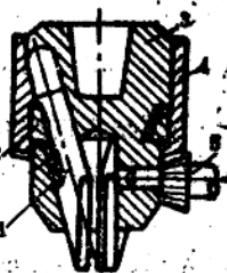
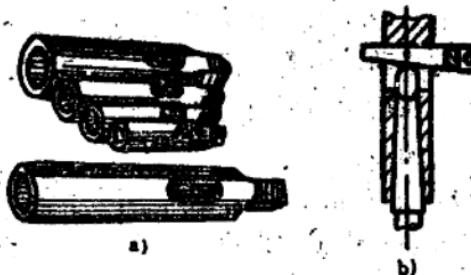

图9-5 钻夹头
图9-6 钻头套和钻头的拆卸
3. 钻夹具：钻头通过钻夹具与钻床、手电钻等钻孔设备或工具相联接。常用的钻夹具有钻夹头和钻头套两种。钻夹头（图9-5）用来装夹13mm以下的直柄钻头；钻头套（图9-6 a）用来装夹锥柄钻头，应当根据钻头柄部的莫氏号数选用相应的钻头套。钻头套的拆卸方法（图9-6 b）是利用斜口铁的斜面将钻头从钻头套中顶出。